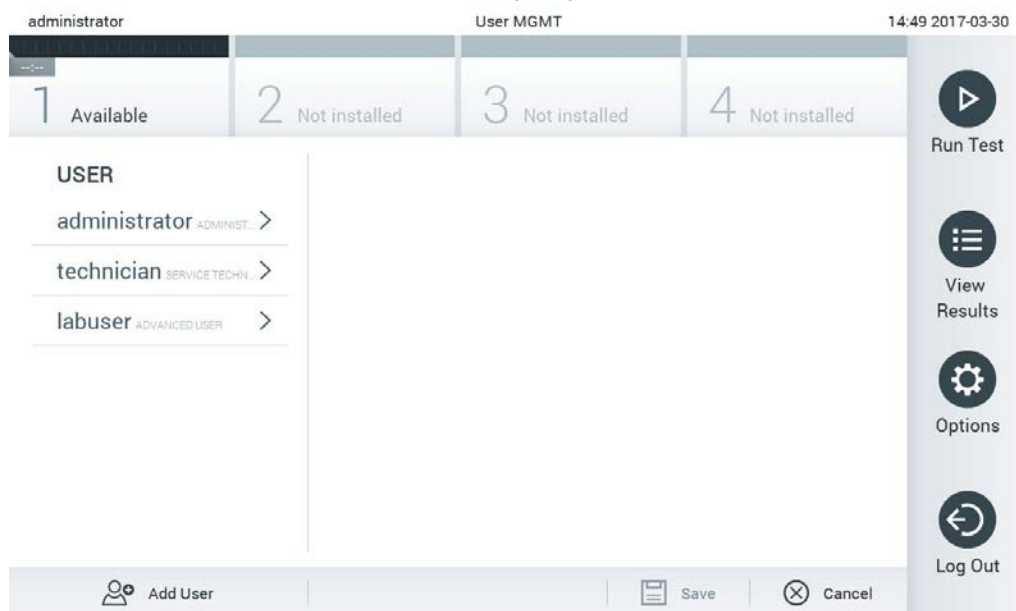

Figure 52. Écran User Management (Gestion des utilisateurs).
1. Appuyez sur le bouton Options (Options) puis sur le bouton User Management (Gestion des utilisateurs) pour configurer les utilisateurs. L'écran User Management (Gestion des utilisateurs) s'ouvre dans la zone de contenu de l'affichage (figure 52).